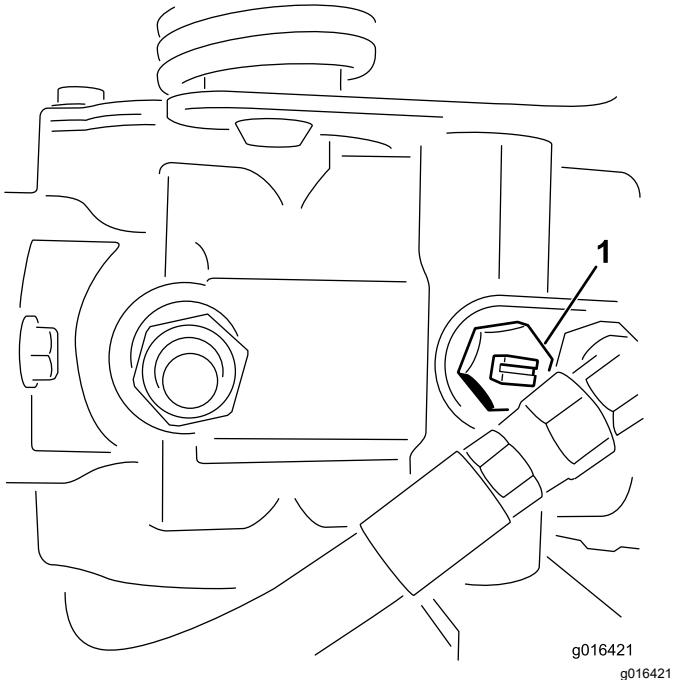

Figure 24
1. Localisez la vanne de dérivation sur la pompe et tournez-la de 2 tours complets dans le sens antihoraire (Figure 24).
2. Avant de mettre le moteur en marche, tournez la vanne de dérivation de 2 tours complets dans le sens horaire pour la fermer (Figure 24).